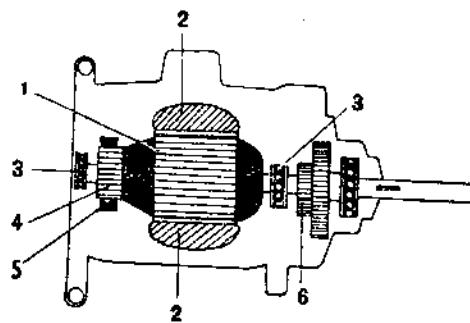

Рис. 13. Электродвигатель.
Электродвигатель состоит из якоря (1) и станины (2) (электромагнитов). Якорь и станина помещены в кожух и образуют вместе корпус электропилы. Якорь свободно вращается в поле электромагнитов, ввиду того что смонтирован на двух шарикоподшипниках (3). На вал якоря надет коллектор (4), к которому плотно прилегают щетки (5), служащие для подвода тока. От щеток идут 2 конца провода, которые соединены с обмоткой электромагнитов и выведены наружу через выключатель к токоподводящей штепсельной розетке. На другой конец вала надета стальная шестерня (6), служащая для передачи вращательного движения вала передаточному механизму (рис. 13).